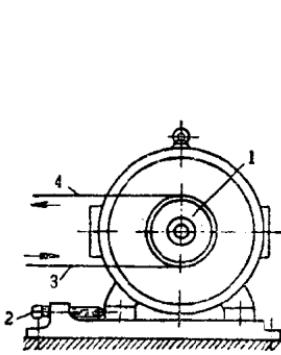
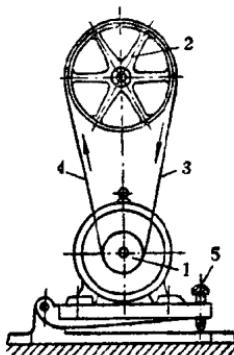

图 6 水平传动中，调整中心距来拉紧皮带
图 7 垂直传动中，调整中心距来拉紧皮带
(1) 当皮带轮中心距固定不变时，使皮带的周长稍微小于皮带的几何长度（即由中心距和皮带轮直径计算得出的皮带的理论长度），这样皮带接好后套上皮带轮，就可以在皮带中产生一定的初拉力。皮带松弛以后可以卸下皮带，切去一些，重新改接，再套上皮带轮使用。这种方法只适用于平皮带，不适用于三角皮带。
(2) 当皮带轮中心距可以变更时，采取改变一个轴的位置来达到拉紧皮带的目的。图 6 表示在水平传动和接近水平传动中，中心距的调整装置，也就是把电动机装在滑轨上，扭动调节螺钉 2 即可拉紧皮带。图 7 表示在垂直传动和接近垂直传动中，中心距的调整装置，电动机装在可摆动的平板上，拧紧调节螺钉 5，就可以拉紧皮带。